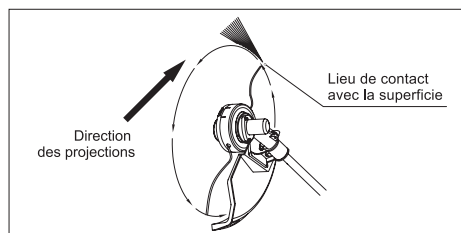

fig. 13
Dans les deux cas inclinez la bobine du coupe-bordure sous l'angle aiguë pour prévenir les projections de la boue et des pierres vers vous. Choisissez les angles qui correspondent à vos dimensions et à la situation de travail. Pour la plupart des types de la coupe il faut incliner la bobine du coupe-bordure pour que l'extrémité du fil se mette en contact avec la superficie du côté où la bobine se déplace à l'écart de vous (fig. 13). Les herbes projetées n'iront pas vers vous.
1. Dévissez avec une clé universelle un écrou sur le carter de la roue dentée (tournez la clé dans le sens inverse des aiguilles d'une montre) et enlevez le carter de la roue dentée (fig. 13).